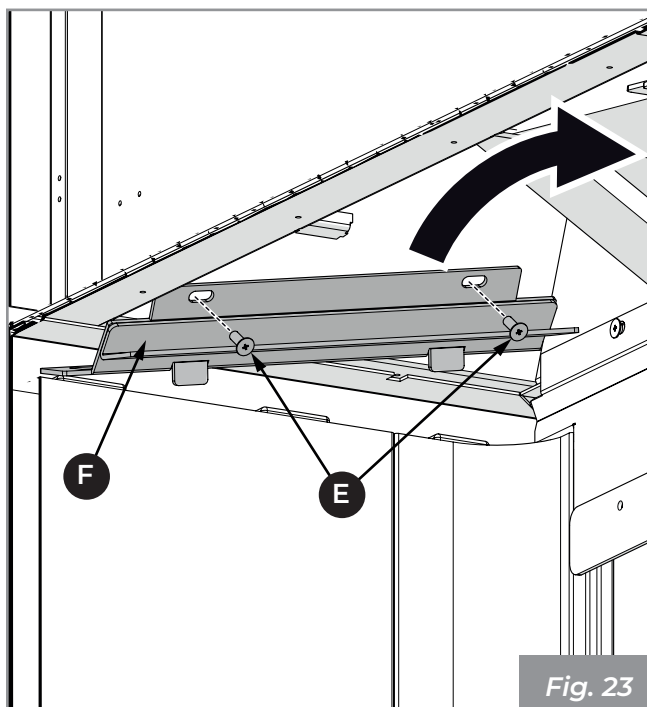

Fig. 23
- 3) Desatornillar los tornillos (E) y remover el estribo (F) (Fig. 23).
- 5) Proceder del mismo modo en el lado opuesto (en los modelos MX R y MX L están presentes solo la curva y el estribo superior (F - Fig. 23) para la presencia del vidrio lateral).